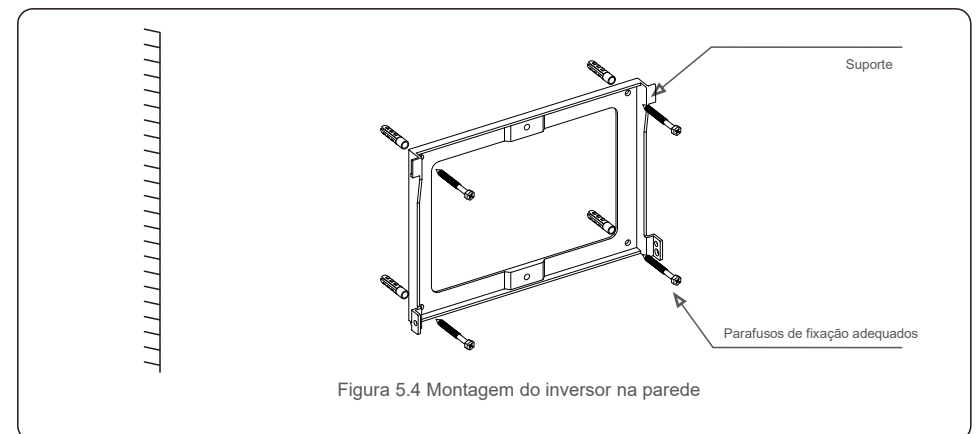
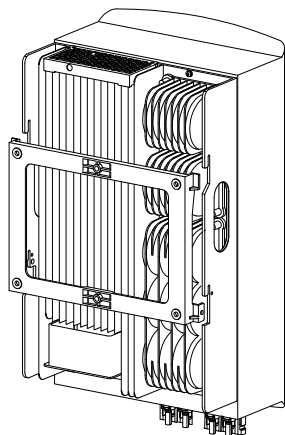

Figura 5.4 Montagem do inversor na parede
Figura 5.5 Instalar o inversor
Consulte a figura 5.4 e a figura 5.5. O inversor deve ser montado verticalmente. Os passos para montar o inversor estão listados abaixo.
1. Consulte a Figura 5.4, os orifícios para o parafuso de expansão com base no diâmetro do orifício do suporte (ST6.3\*60 parafusos de rosca de cabeça hexagonal com reentrância cruzada, HJ0108 10\*50 mm tubular expansível), usando a perfuração de percussão com a broca de 10 mm necessária para ficar verticalmente na parede. O furo deve ser verticalmente na parede. E a profundidade de todos os furos é de 60 mm.
2. Verifique se o suporte está na horizontal. E que os orifícios de montagem (na Figura 5.4) estão marcados corretamente. Faça os furos na parede nas suas marcas.